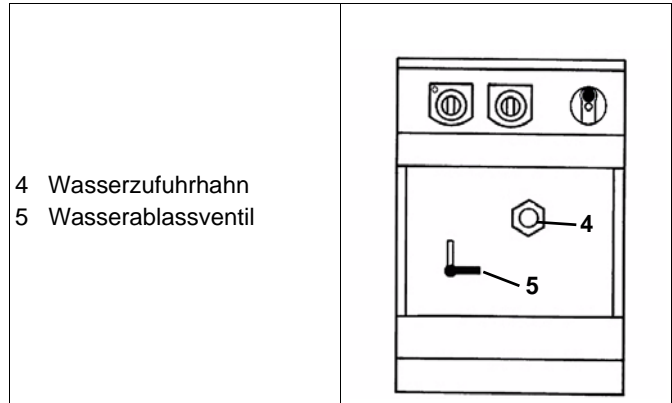

Fig.10 Frontansicht
- ⇒ Hauptgashahn (1/ Fig.10) öffnen.
- ⇒ Wasserverluste im Becken werden durch Öffnen des Hahnes (4/ Fig.10) ergänzt.
- ⇒ Das Wasser aus dem Becken auslassen durch Öffnen des Wasserablassventils (5/Fig.10) (Drehen des Hebels gegen den Uhrzeigersinn in die vertikale Stellung).